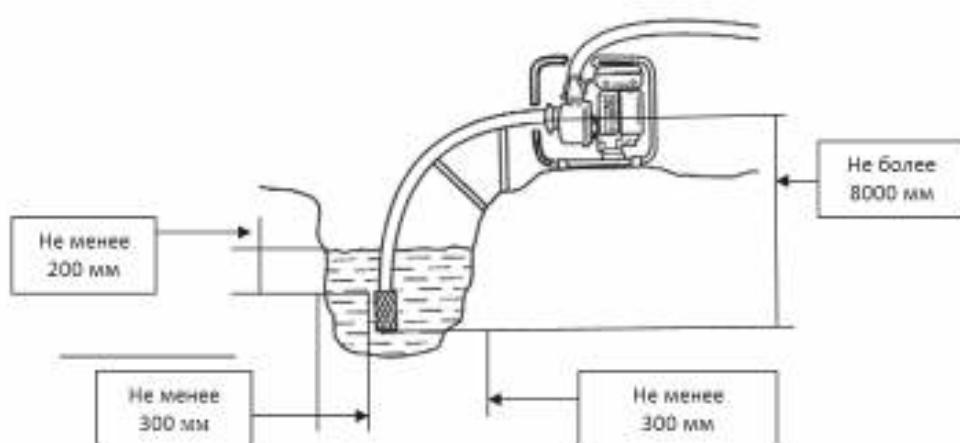

РИС.9
1. Установите мотопомпу вблизи водоема(емкости) на твердую ровную горизонтальную поверхность, опустить фильтр всасывающего рукава в водоем(емкость), обеспечив вертикальное положение фильтра и необходимые расстояния, как показано на рис. 9.
- Для надежной работы всасывающей магистрали рекомендуется утяжелить конец всасывающего рукава в районе фильтра дополнительным грузом и в процессе работы (и особенно при запуске помпы) периодически проверять, чтобы всасывающий рукав с фильтром находился в вертикальном положении (Рис.9).